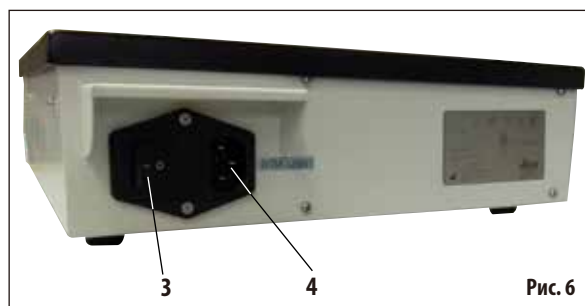

Рис. 6
- Перед подключением кабеля питания убедитесь в том, что главный выключатель (3) в задней части прибора (рис. 6) находится в положении "0" = ВЫКЛ.
- Включите прибор выключателем в левой задней части прибора (рис. 6, 3).
- Перед выполнением очистки выключите прибор главным выключателем (**рис. 6, 3**) и отсоедините его от источника питания.